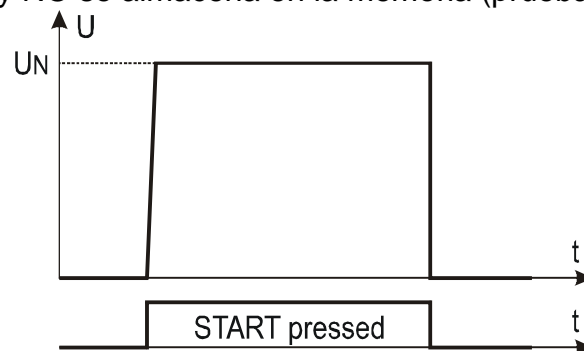

Fig. 36: Prueba DIELECT en modos MANUAL o BURN
- Modo **Manual** → La tensión de prueba se mantiene constantemente hasta que se presiona la tecla **START/STOP** (vea Fig. 36). La corriente de descarga medida se compara con el valor límite establecido y el resultado se almacena en la memoria
- Modo **Burn** → La tensión de prueba se mantiene constantemente hasta que se presiona la tecla **START/STOP** (vea Fig. 36), pero el resultado NO se compara con ningún límite y NO se almacena en la memoria (prueba funcional)